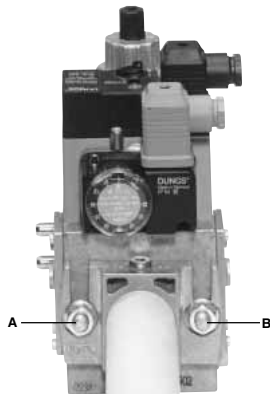
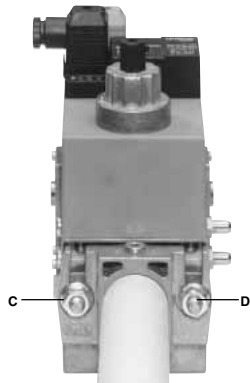

Fig. 6
Fig. 7
3. Strangeti suruburile A, B, C si D (Fig. 6 - Fig. 7), in functie de pozitiile de montare (Fig. 9) ;